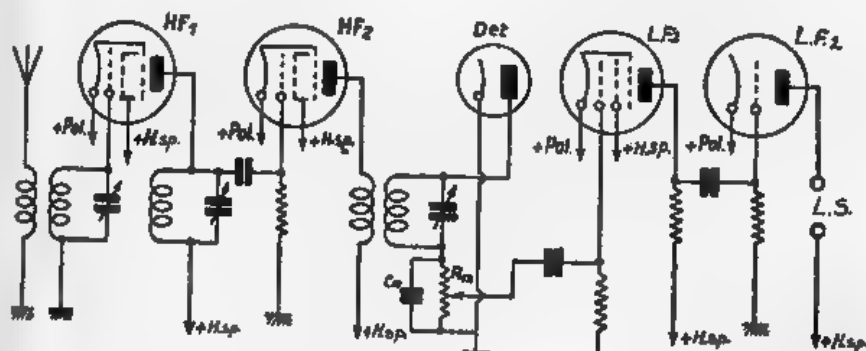

Fig. 74. Het „geraamte-schema” of „principe-schema” van een ontvanger met twee trappen H.F.-versterking.
W. — Zooals je uit fig. 74 kunt zien, ga ik zelfs nog verder, door ook op de eerste laagfrequent-trap een pentode te gebruiken. Tegenwoordig worden liefst pentoden daarvoor gebruikt, vanwege de groote versterking,